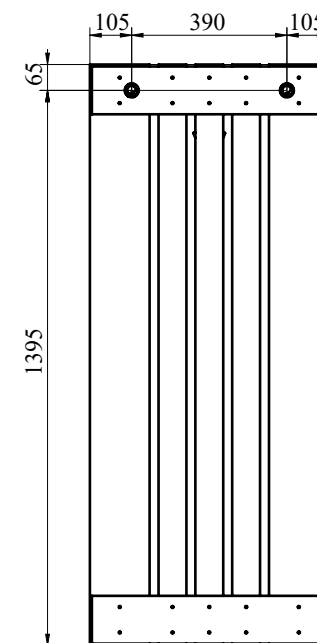

Рис.3
4. С помощью карандаша и рулетки разметьте стену (Рис. 3). Просверлите два отверстия под дюбель. Вбейте два дюбеля и вкрутите крючки для навесов. Повесьте вешалку на стену.